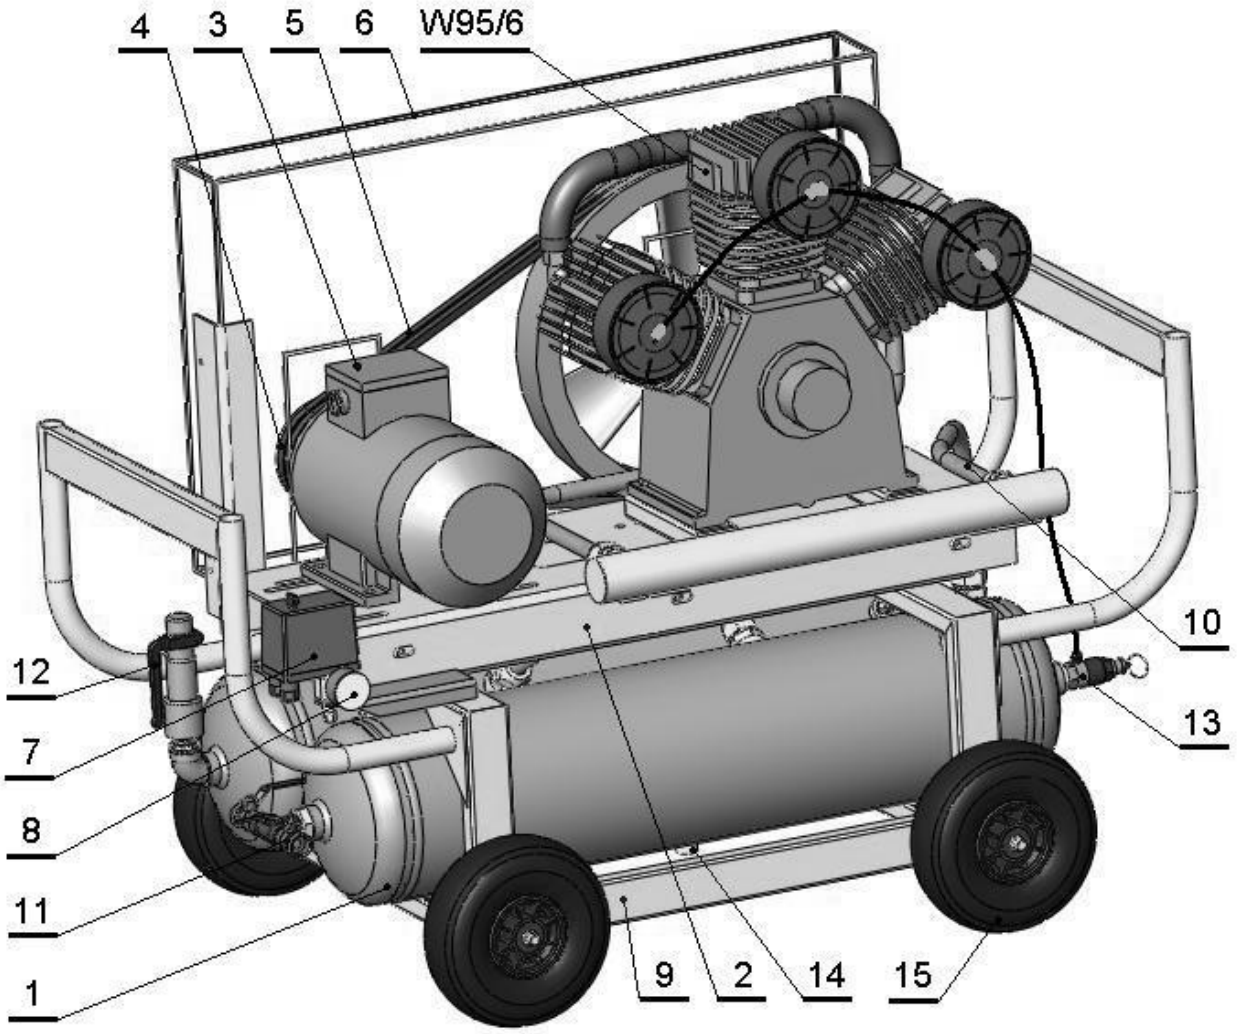

Рисунок 1 — Общий вид компрессора
5.1 Компрессор (рисунок 1) состоит из следующих основных сборочных единиц и деталей: блока W95/6, ресиверов 1, платформы 2, электродвигателя 3 со шкивом 4, клиновых ремней 5, защитного ограждения 6, телепрессостата 7, манометра 8, рамы 9, нагнетательного воздухопровода 10, кранов выпускных 11, клапана предохранительного 12, клапана-разделителя 13, кранов слива конденсата 14, колес 15.